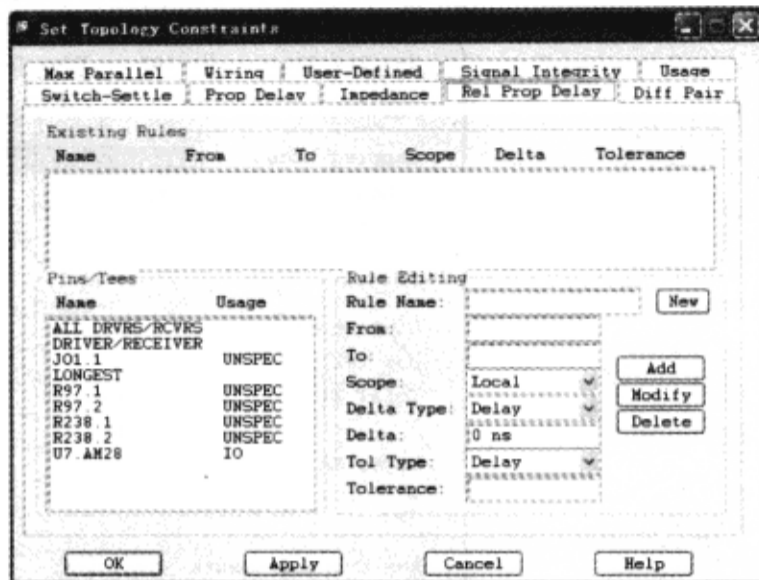

图 3-9-38 设置 Rel Prop Delay 约束
(1) 在“Set Topology Constraints”窗口中选中“Rel Prop Delay”标签页，如图 3-9-38 所示。